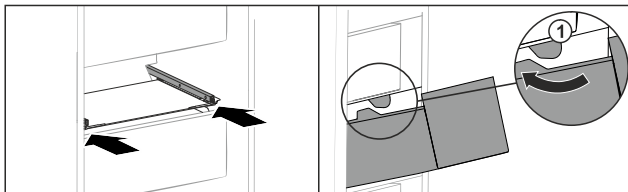

Fig. 147
- ▶ Poprowadzić szufladę wokół stoperów Fig. 147 (1).